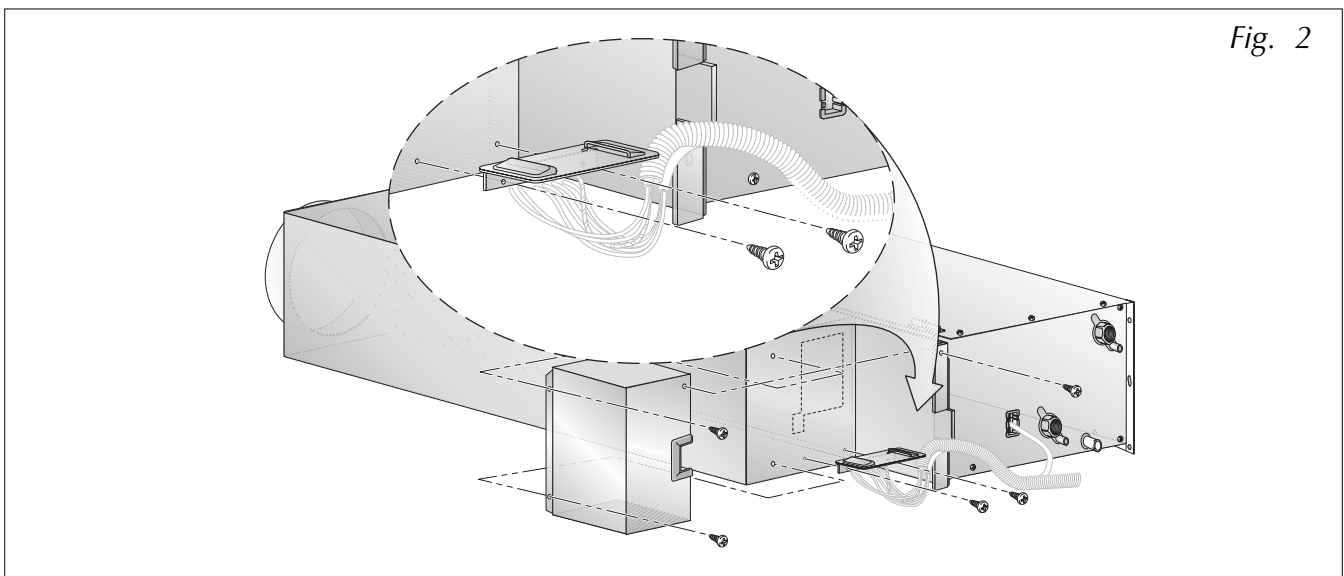

Fig. 2
- se necessario trasferire la morsettiera dal ventilconvettore alla scatola elettrica (fig. 2 - 3 -4) del plenum, prima di chiudere con il coperchio (fig. 5) accertarsi che i collegamenti e la messa a terra siano stati eseguiti correttamente;
- if necessary, transfer the terminal board from the ventilator/convector to the electric box (figs. 2 - 3 -4) of the plenum, before closing with the lid (fig. 5) make sure that the connections and earthing have been performed correctly;
- Si nécessaire transférez la barrette de raccordement du ventilo-convecteur au boîtier électrique (fig. 2 - 3 -4) du plénum; avant d'enfermer avec le couvercle (fig. 5), contrôlez que les raccordements et la mise à la terre sont exécutés correctement;
- *Wenn nötig, das Klemmbrett vom Gebläsekonvektor zum elektrischen Gehäuse (Abb. 2 - 3 -4) des Plenums versetzen, vor dem Schließen mit dem Deckel sicherstellen, dass die Anschlüsse und die Erdung korrekt ausgeführt wurden;*